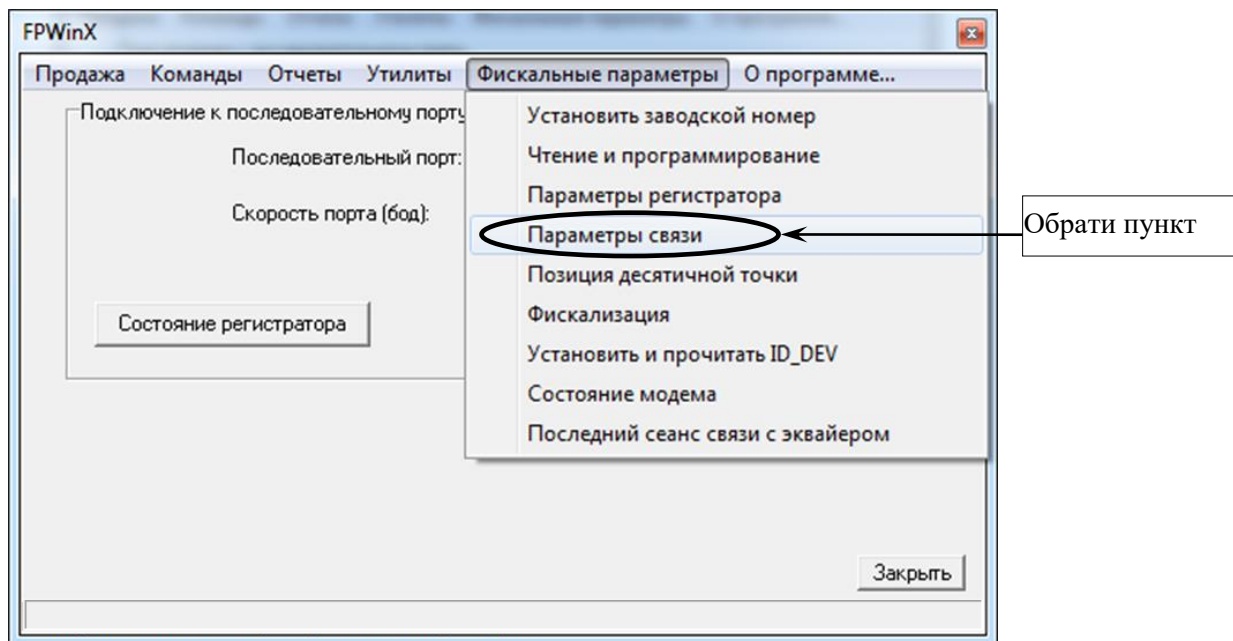

Рисунок 28
6.1.4 У вікні програми обрати закладку «Фискальные параметры», далі у випадяючому меню обрати пункт «Параметры связи» (рисунок 28).